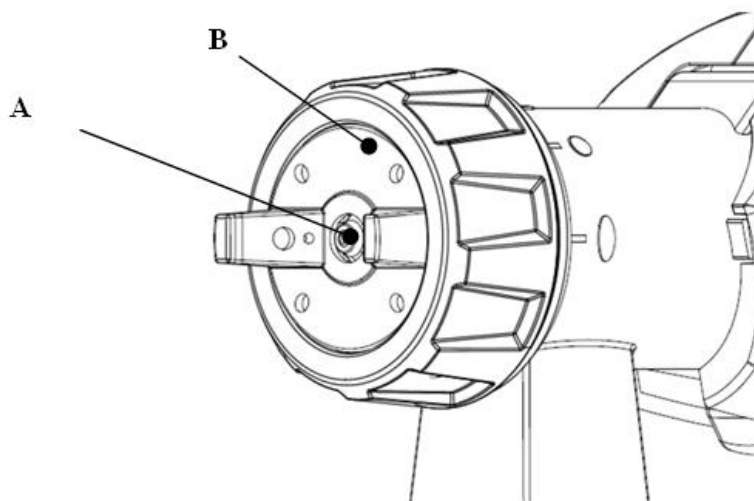

Fig.7
Cand materialul de acoperire se depune pe duza (A) si pe duza de aer (B) (Fig. 7) , curatati ambele parti cu un solvent sau apa .